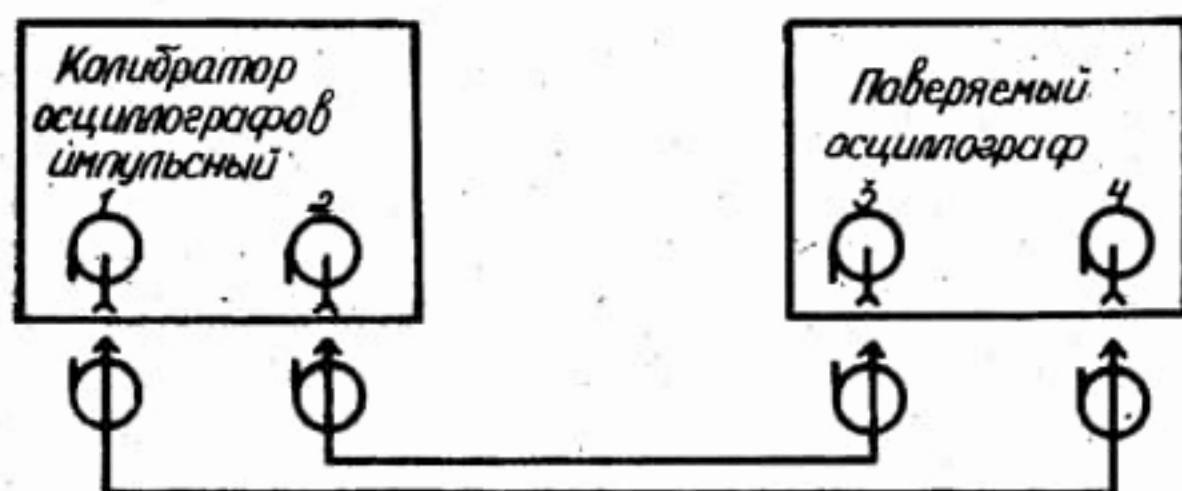

Рис. 20.
14.3.3.3. Погрешность коэффициентов развертки определяют методом прямых измерений при помощи калибратора осциллографов И1-9 (рис. 20).